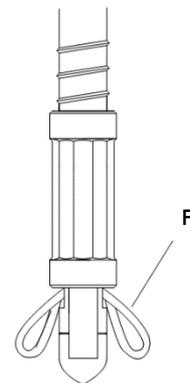

Abb.3
Kraftbegrenzung am Schrauber auf niedrigste Position einstellen. Einen nicht eingebauten ZHRD-R auf Modul 4,8 (Abb.3) in der Hand halten, anziehen und die Drehmomentbegrenzung soweit anpassen, bis die Knotenbildung (F) abgeschlossen ist.